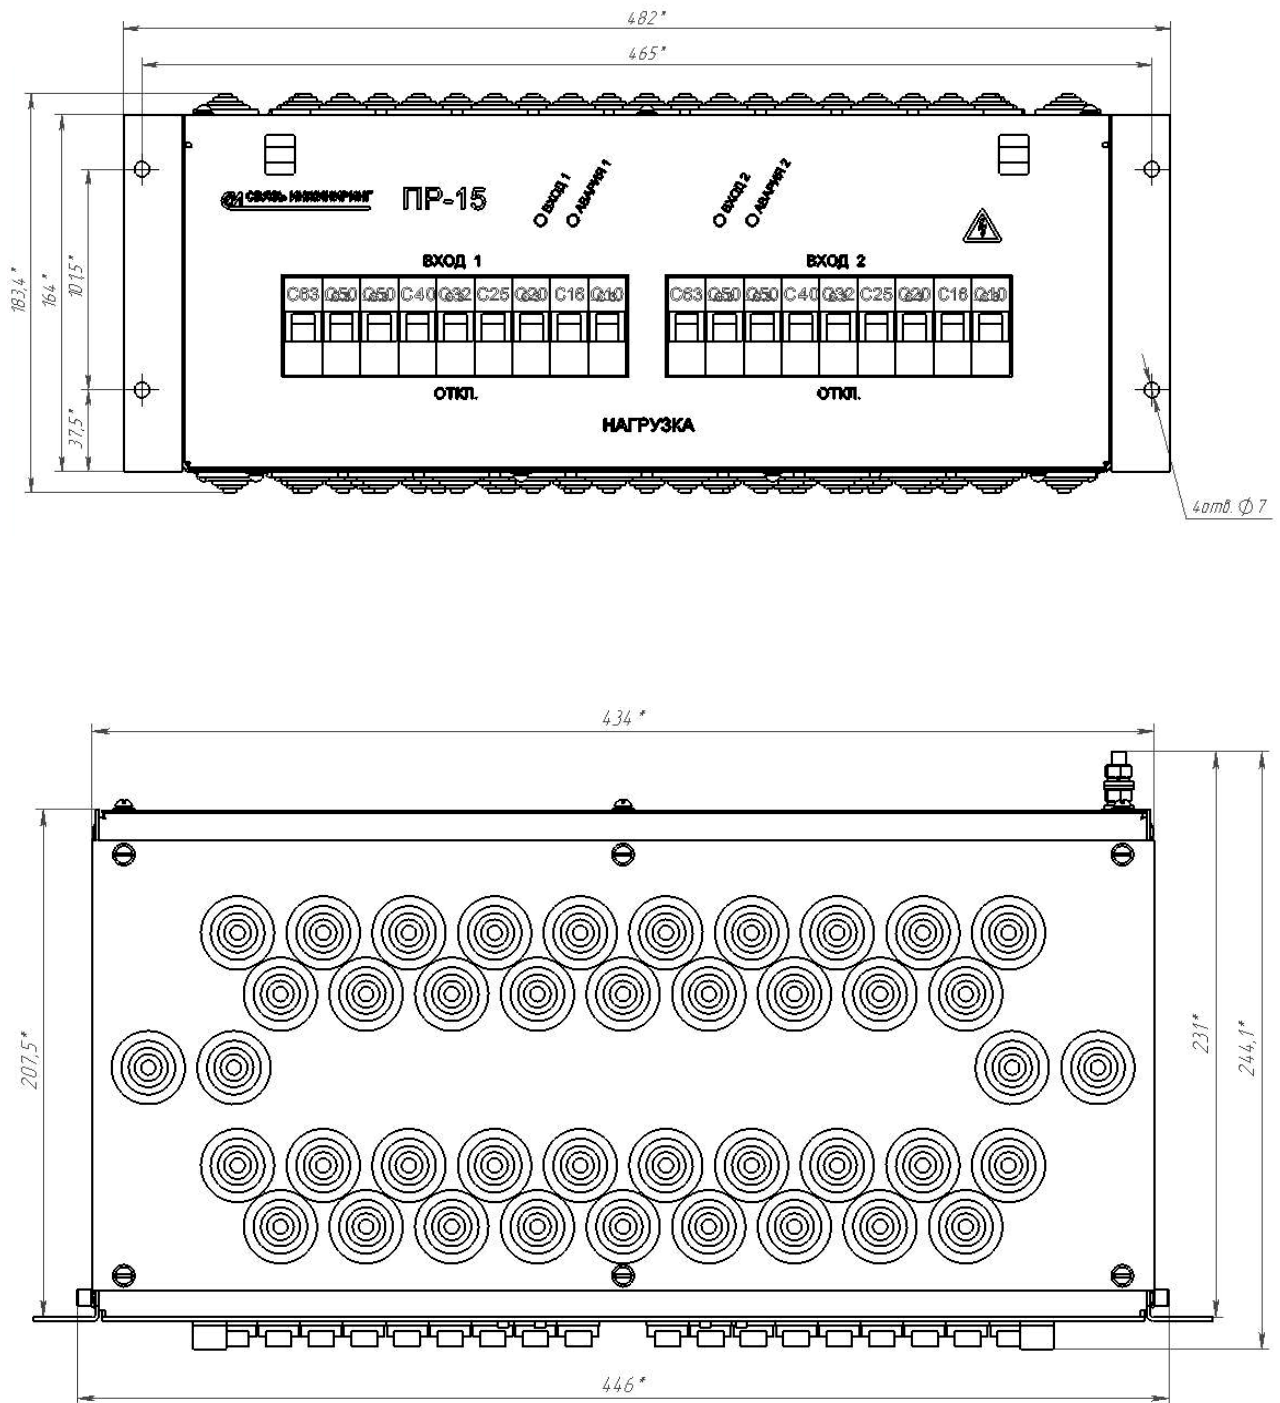

Рис. 1.
2.8 Общий вид и габаритные размеры панели ПР-15 приведен на рис.1.
5.1 Конструктивно панель ПР-15 выполнена в виде съемного блока (крейта) прямоугольной формы с присоединительными и установочными размерами, соответствующими ГОСТ 28601-90. Общий вид и габариты панели приведены на рис.1.